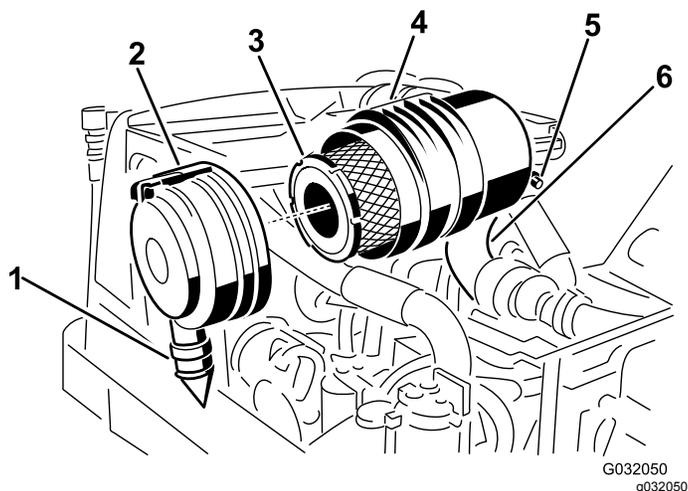

Figura 45
2. Togliete il filtro primario dell'olio (Figura 45).
ore 5 e le ore 7 vista dall'estremità e fissate il fermo (Figura 45).
3. Sostituite il filtro primario dell'olio (Figura 45).